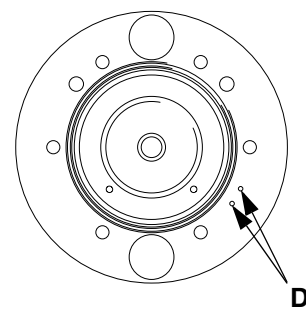

FIG. 7. Repare el eje
1. Reemplace las juntas tóricas (2) (2 ranuras internas para junta tórica dentro del alojamiento de la membrana y 1 ranura interna para junta tórica dentro del alojamiento (54)).
** En las bombas de la serie D, el alojamiento de la membrana (1) y el alojamiento del cilindro (54) están marcados con dos círculos (D) perforados en los rebordes inferiores. Consulte la vista detallada en FIG. 7. Asegúrese de utilizar juntas tóricas (2) con un punto azul en las bombas de la serie D.